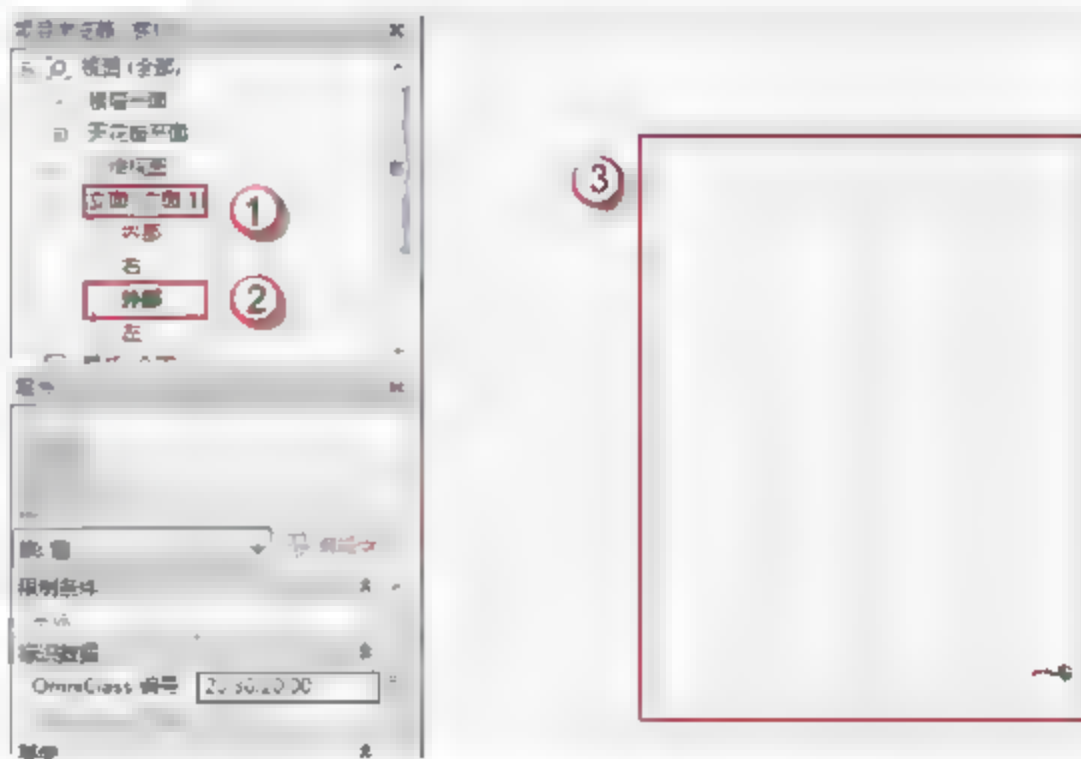

图 7.2.27 修改尺寸标注
(3) 修改幕墙的尺寸标注。选中“项目浏览器”中的“立面（立面1）”→“外部”命令，可以进入 MQ7196 的外部立面视图，选择“顶部”的边线，单击其标注写入“9650”，选择左右边线中的任意一根，单击其标注写入“1600”，并将各边线延长相交，如图 7.2.27 所示。